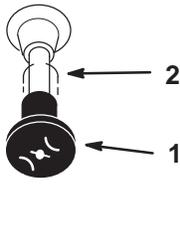

Figure 15
- Lorsque le moteur a démarré, amenez progressivement la manette de starter en position hors service (Fig. 15). Si le moteur cale ou hésite, ramenez la manette de starter à la position en service pendant quelques secondes. Réglez ensuite le levier d'accélérateur à la position voulue. Répétez l'opération si nécessaire.